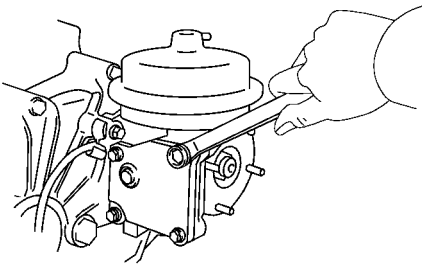

图 12-46 安装膜片泵罩盖
(24) 安装膜片泵罩盖。用新垫片将膜片泵罩盖装到膜片泵体上，旋紧四个螺栓，如图 12-46 所示。